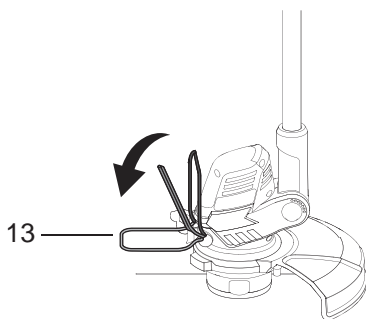

Fig.2
- > Coloque o protetor de flores (13) na posição de trabalho (Fig.2).
- > Caso o protetor de flores (13) não seja necessário, poderá ser puxado para cima (Posição de parque).